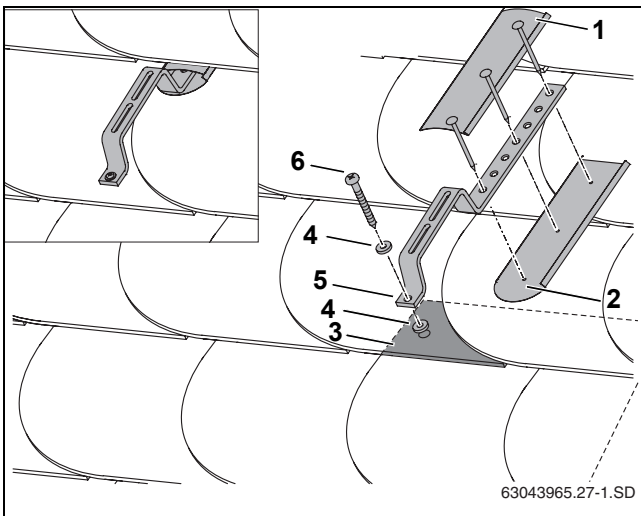

Fig. 25 Montaj pe un acoperiș cu ardezie/șindrilă
Imaginea vă oferă drept exemplu montajul unui cârlig special de acoperiș și al învelirii impermeabile cu table care trebuie fixate la fața locului (Fig. 25, [1] și [2]) pe baza învelitorii din ardezie/șindrilă.
- ▶ Montați cârligul special de acoperiș (Fig. 25, [5]) și garnitura (Fig. 25, [4]) cu șurub (Fig. 25, [6]) pe învelitoarea din ardezie/șindrilă.
- ▶ Pentru a vă asigura că montajul este hidrofug, trebuie să se instaleze la fața locului table deasupra și sub cârligele de acoperiș speciale (Fig. 25, [1] și [2]).
i Cârligul special de acoperiș trebuie să se sprijine anterior pe un strat de acoperire multiplu (Fig. 25, [3]).